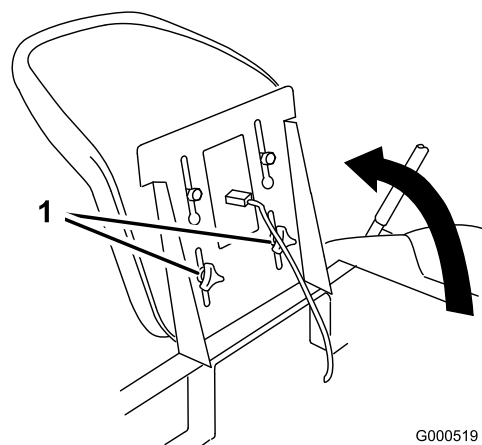

Figura 20
1. Eleve o assento e desaperte os manípulos de ajuste o suficiente para mover o banco (Figura 20).